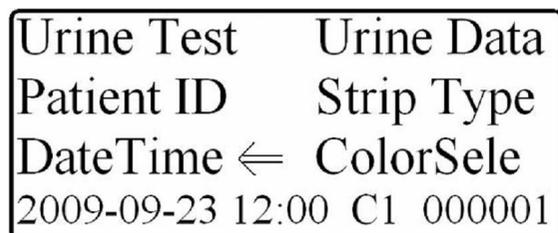

Fig. 12: Selezione della voce "Date Time"
1. Evidenziare la voce "Date Time" utilizzando i bottoni presenti sulla tastiera (Fig. 12).